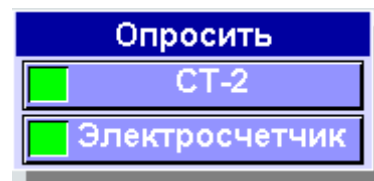

Рис. 16
7.2. При необходимости получить текущее состояние контролируемых параметров объектов контроля, оператор может опросить соответствующий объект (терминальную станцию) используя экранные кнопки опроса (см. рис. 16).